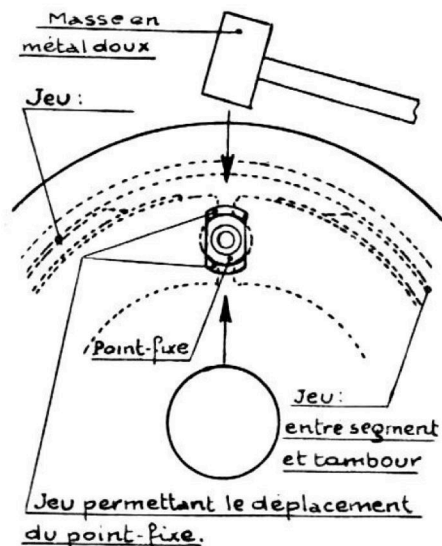

Figure 2
i) Vérifier, en introduisant une cale entre le tambour ajouré et les garnitures, si le jeu entre les segments et le tambour est bien le même sur toute la longueur des garnitures. Si nécessaire, régler le point fixe en frappant avec une masse de métal doux dans le sens voulu - vers le centre ou vers l'extérieur du frein (fig. 2) - pour obtenir un centrage correct des segments.
Faire tourner la roue dans les 2 sens pour s'assurer que les segments ne frottent pas sur le tambour. Dans le cas contraire déplacer le point fixe en frappant avec une masse en métal doux dans le sens voulu — vers le centre ou vers l'extérieur (fig. 2) — pour supprimer le contact des segments sur le tambour.